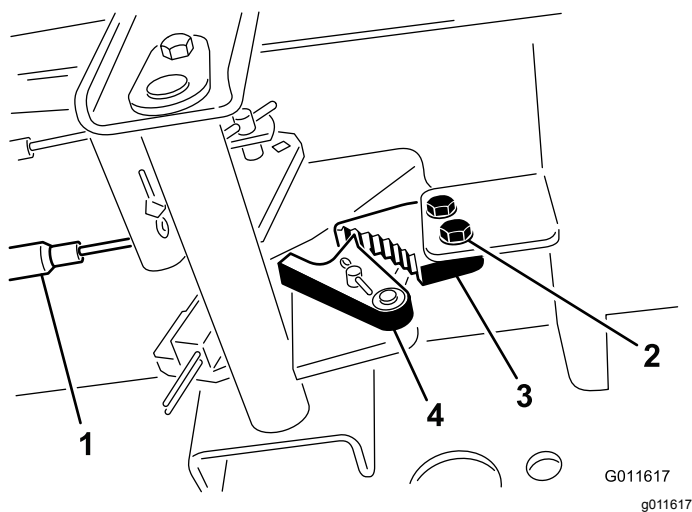

Figura 48
1. Solte os 2 parafusos que prendem a lingueta do travão de estacionamento à estrutura (Figura 48).
2. Carregue no pedal do travão para a frente até o detentor do estacionamento engatar completamente na lingueta do travão (Figura 48).